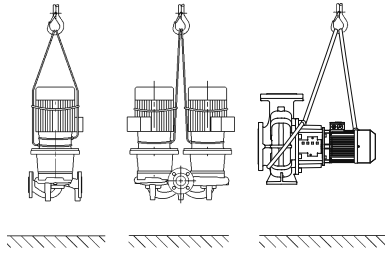

Fig. 6: Μεταφορά της αντλίας
- Οι κρίκοι μεταφοράς στον κινητήρα χρησιμεύουν μόνο σαν οδηγοί κατά την ανάληψη του φορτίου (Fig. 6).